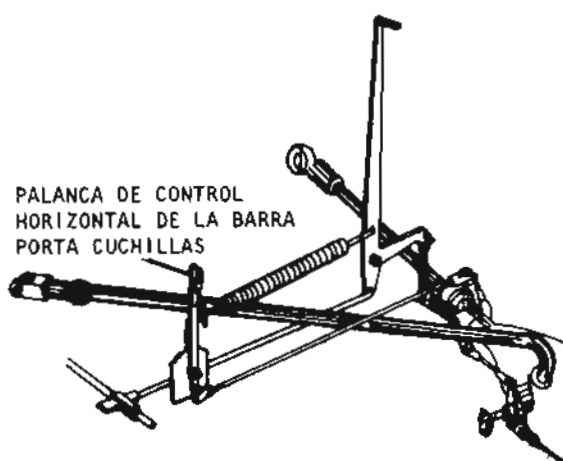

Fig. 2
- b Horizontalidad de la barra porta-cuchillas (fig. 2).